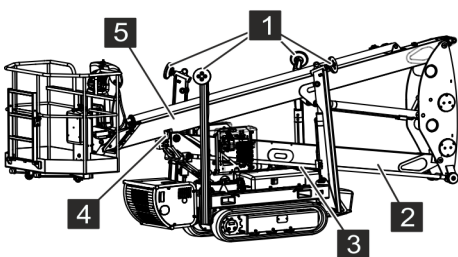

Fig. 57: Position de transport
- Les appuis (Voir la Fig. 57/1) sont rentrés.
- Le bras inférieur (Voir la Fig. 57/2) se trouve en position de transport (Voir la Fig. 57/3).
- Le bras supérieur (Voir la Fig. 57/5) se trouve en position de transport (Voir la Fig. 57/4).